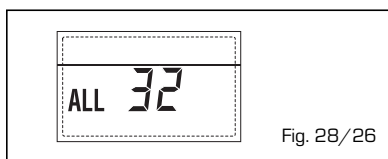

Fig. 28/26
**- ANOMALIA COMUNICAZIONE SCHEDINO RS-485 IN MODALITA' MODBUS "ALL 33" (fig. 28/27)**